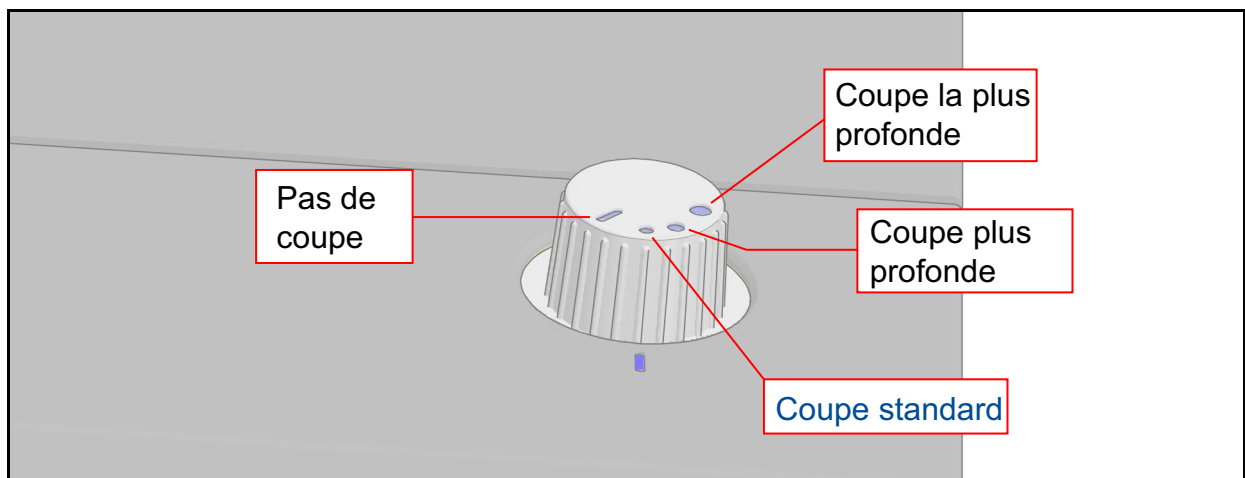

Figure 4-19 : Position coupe normale
1. Réglez le bouton de coupe sur la position « **Coupe normale** » (Figure 4-19). Cette position doit toujours couper le courrier ordinaire assez profondément pour qu'on puisse en retirer le contenu, mais **ne pas couper** son contenu. Cette position sera notre référence. Les autres positions seront toutes réglées lorsque ce réglage est modifié.